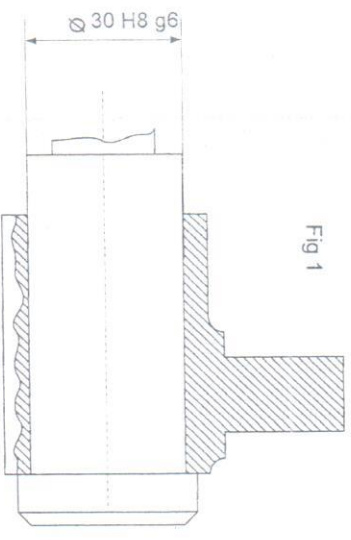

Fig 1
- 8- Cette pièce doit être montée sur un arbre de transmission selon l'ajustement ci-dessous (voir fig1)